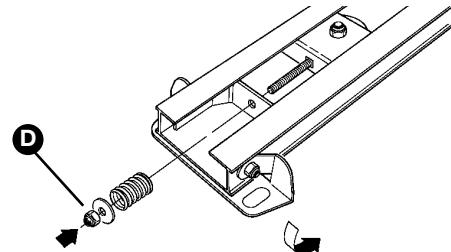

Abbildung 23
**6** Die Feder, die Unterlegscheibe und die Mutter M8 **[D]** in die Schraube des Kettenspanners stecken siehe Abbildung 23.